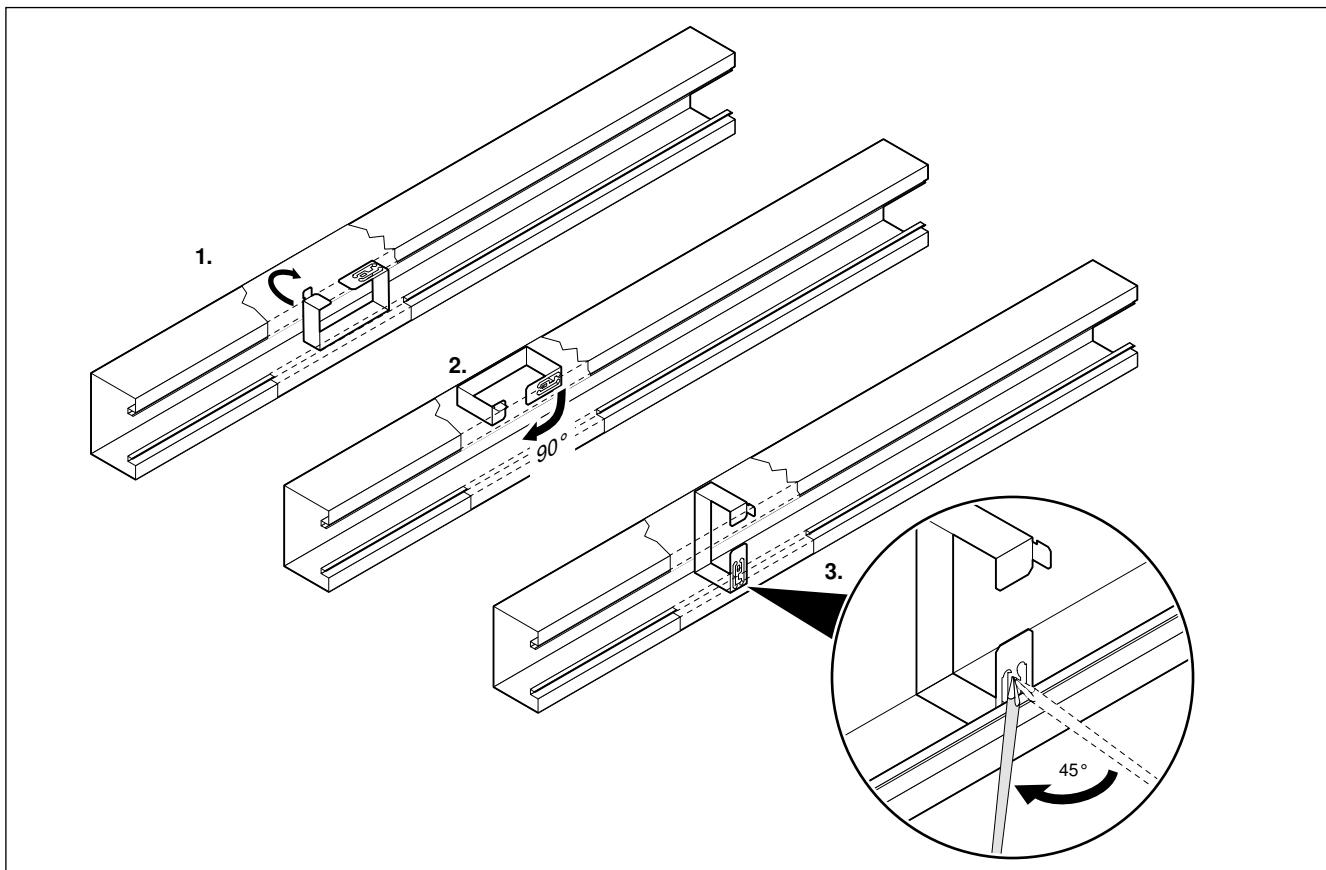

Abb. 25: Kabelbügel für Wandmontage eindrehen und fixieren
- Kabelbügel wie in Abb. 25 (1.) gezeigt einsetzen und nach oben drehen.